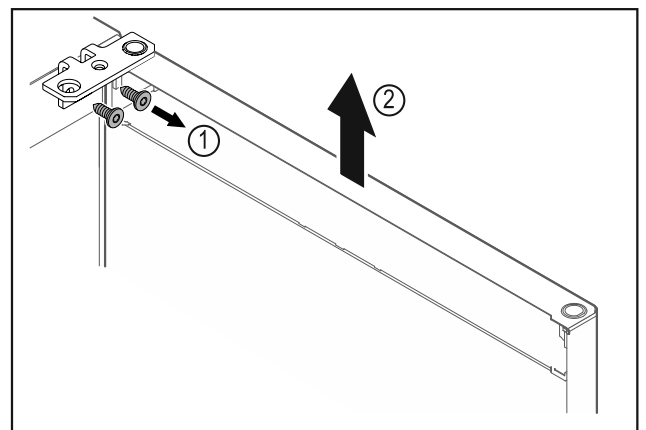

Fig. 9
- ▶ Scharnierhoek Fig. 9 (1) losschroeven.
- ▶ Deur inclusief scharnierhoek Fig. 9 (2) circa 200 mm recht omhoog tillen en verwijderen.